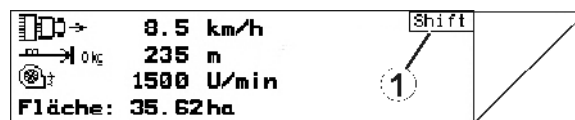

Fig. 10
- Om shift-knappen är aktiv visas detta på displayen (Fig. 10/1).